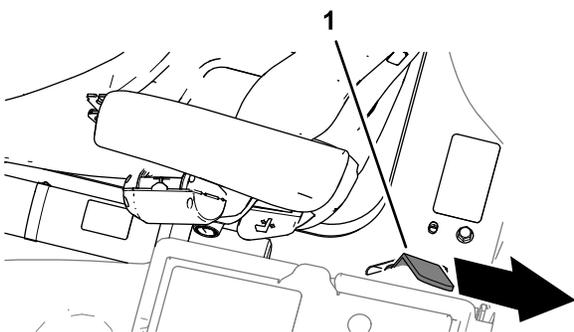

**Figura 45**
2. Quando a plataforma se aproxima da posição totalmente descida, mova o manipulador de fecho da plataforma (Figura 45) para a frente da máquina.